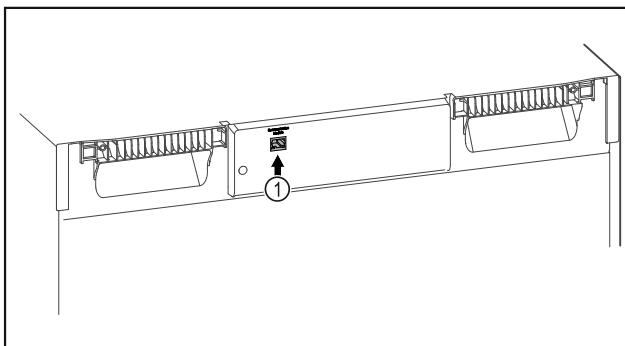

Fig. 93
- Vstavljen je SmartModule Fig. 93 (1).